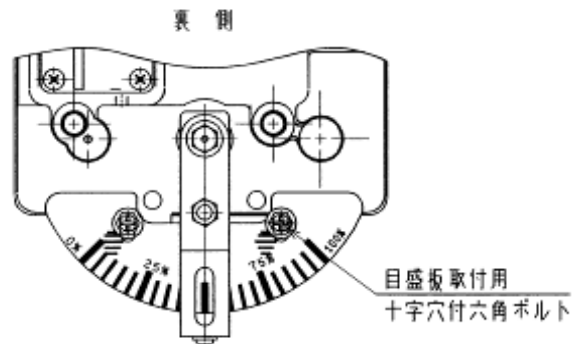

図 26 目盛板 (背面)
- (3) アクチュエータの開始端と終端の位置の時、目盛板の0%と100%を指針が示すか確認して下さい。合わない時は、スパナを使用して目盛板取付用十字穴付六角ボルトを緩めた後、目盛板をスライドさせてください。(図26参照)。